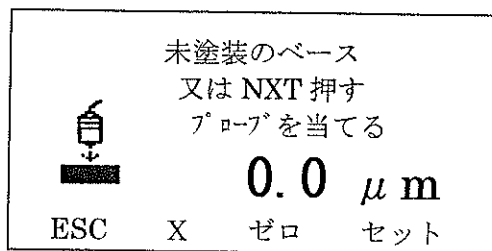

図 30 表示をゼロに
3. ゼロのソフトキーを押して表示をゼロにします (図 30)。